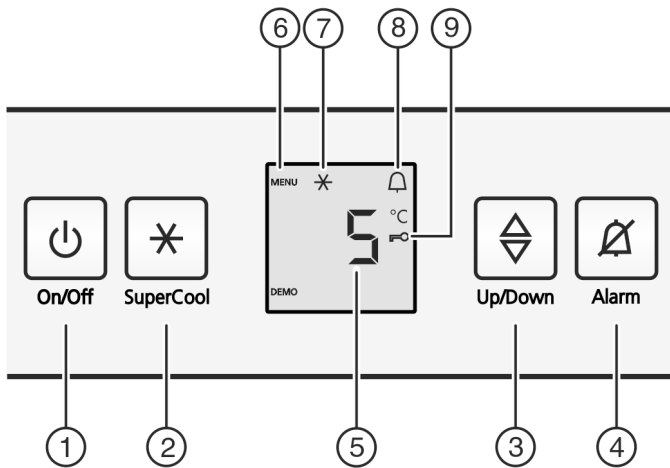

Fig. 2
- ▶ Nyomja meg az On/Off gombot Fig. 2 (1).
- ▶ Nyomja meg a SuperCool Fig. 2 (2) gombot kb. 5 mp-re.
- ▷ A kijelzőn megjelenik a Menü ikon Fig. 2 (6).
- ▶ A SuperCool Fig. 2 (2) gombbal röviden nyugtázza.
- ▷ A gyermekbiztosítás ikon Fig. 2 (9) világít a kijelzőn.
- ▶ Röviden nyomja meg az On/Off Fig. 2 (1) gombot.
- ▶ Nyomja meg a riasztás gombot Fig. 2 (4).
- ▶ Hőmérsékletfunkció előhívása: Nyomja meg a beállítógombot Fig. 2 (3).
- ▶ A hőmérsékletet 1 °C-os lépésekben változtathatja: Annyiszor nyomja meg a beállítógombot Fig. 2 (3), amíg a kívánt hőmérséklet nem világít a hőmérsékletjelzőn.
- ▶ Nyomja meg röviden a SuperCool gombot Fig. 2 (2).
- ▷ A SuperCool ikon Fig. 2 (7) világít a kijelzőn.